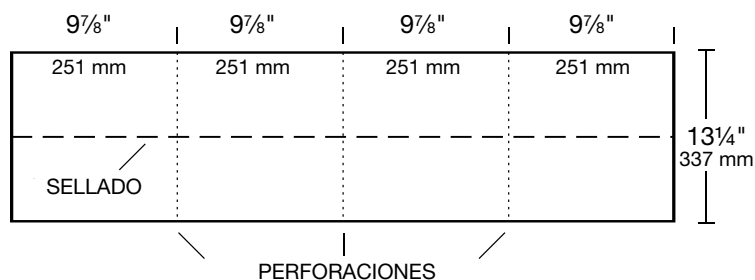
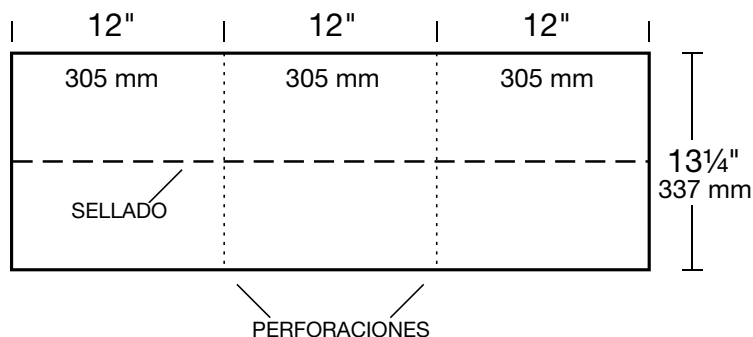

Figura 2 - Teja para limatesas y cumbreras RidgeFlex™ de 10"
Figura 3 - Teja para limatesas y cumbreras RidgeFlex™ de 12"
Realice la preparación para la aplicación separando cada teja para limatesas y cumbreras en las perforaciones: la teja RidgeFlex™ de 10" produce cuatro (4) tiras individuales para limatesas y cumbreras (vea la Figura 2), y la teja RidgeFlex™ de 12" produce tres (3) (vea la Figura 3). Observe la presencia de las tiras de sellado.